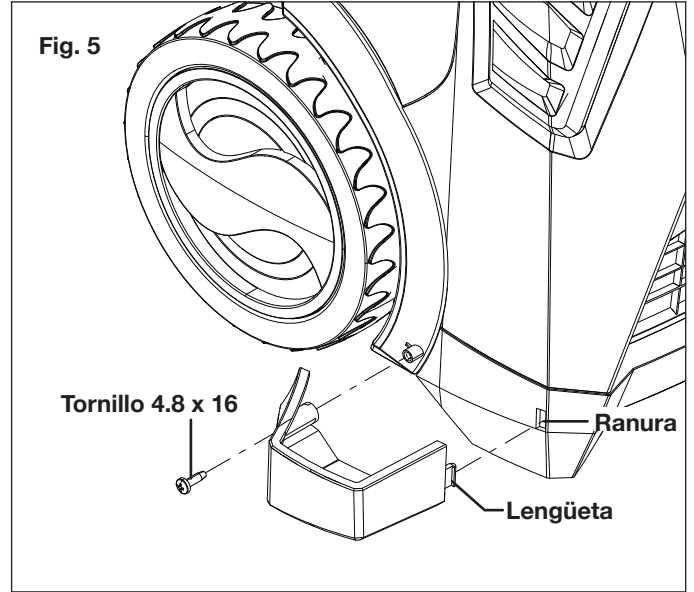

Fig. 5
5. Para ensamblar el protector de la vara rociadora, primero conecte su lengüeta en la ranura ubicada en el lado inferior izquierdo de la unidad, y asegure el protector en su lugar con un tornillo 4.8 x 16 (Fig. 5).